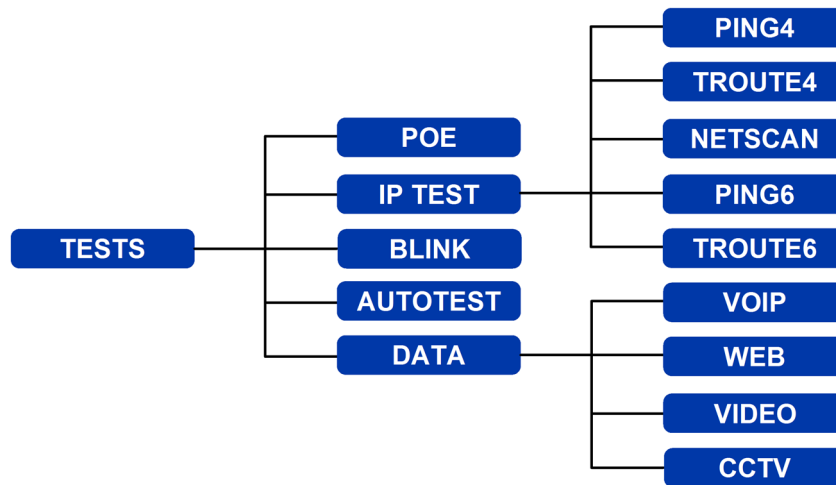

Fig. 17 Albero del menu Tests - Test Ethernet (3)
(3) Quando un'unità remota SignalTEK NT viene rilevata attraverso una rete attiva, nella barra delle informazioni viene visualizzata la scritta "Ethernet". Se si seleziona l'icona TESTS, sono disponibili i test Ethernet illustrati nella Fig. 17.